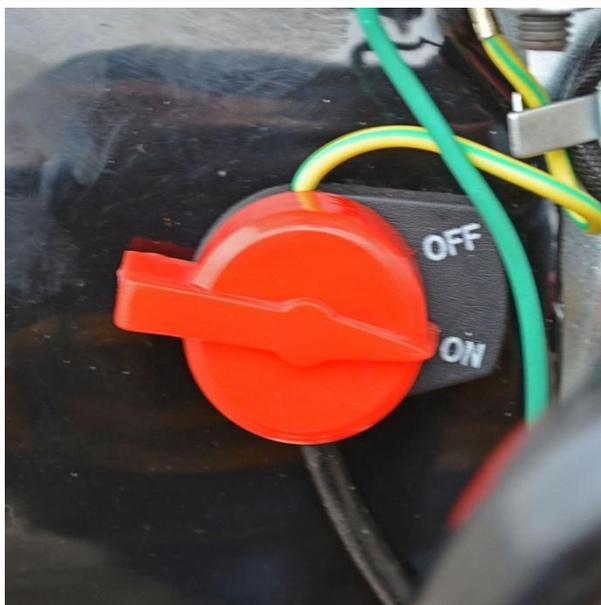

Рис. 7
4. Выключатель, расположенный на корпусе двигателя, переведите в положение ON («включено») (см. рис. 7).
7. После запуска рычаг управления воздушной заслонкой устанавливается в среднее положение, а когда двигатель прогреется, заслонка полностью открывается (см. рис. 7).